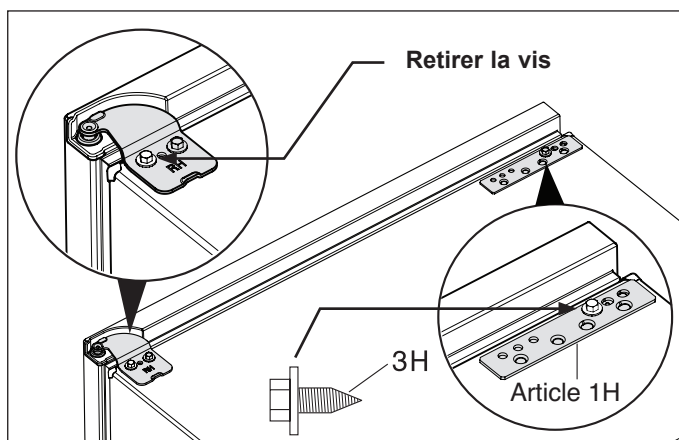

Figure 9
6. Retirez la vis extérieure de la charnière à l'aide d'une clé à douille de 3/8 po et conservez-la afin de l'utiliser plus tard. Installez le support de fixation en insérant une vis dans le trou intérieur à l'aide d'une clé à douille de 3/8 po. (Voir la Figure 9).